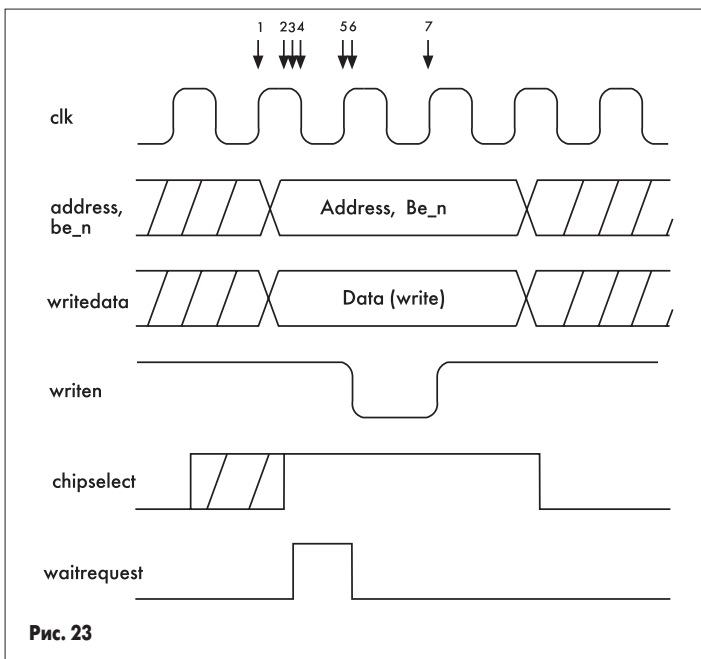

Рис. 23
* Пример показывает запись данных в синхронное периферийное устройство (см. рис. 23).